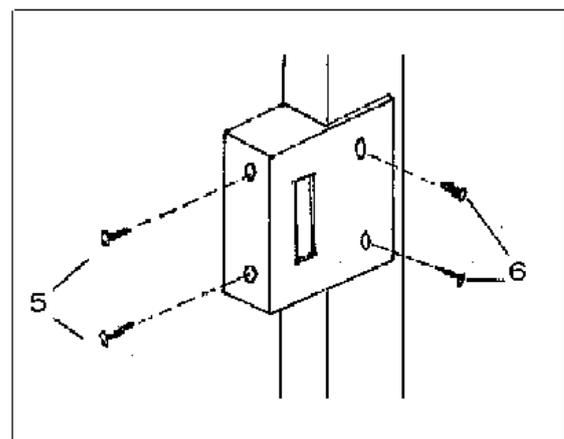

Figura 5 – Colocação do batedor do trinco.
**2.2.6** Coloque então o contra-testa do trinco com os parafusos, no batente conforme indica a figura 5.